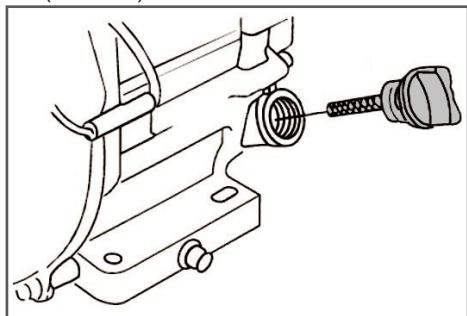

Рис. 17 Крышка-щуп маслозаливной горловины
- Открутите крышку-щуп маслозаливной горловины и извлеките щуп (Рис. 17).
- Выкрутите крышку-щуп маслозаливной горловины и извлеките щуп (Рис. 17).